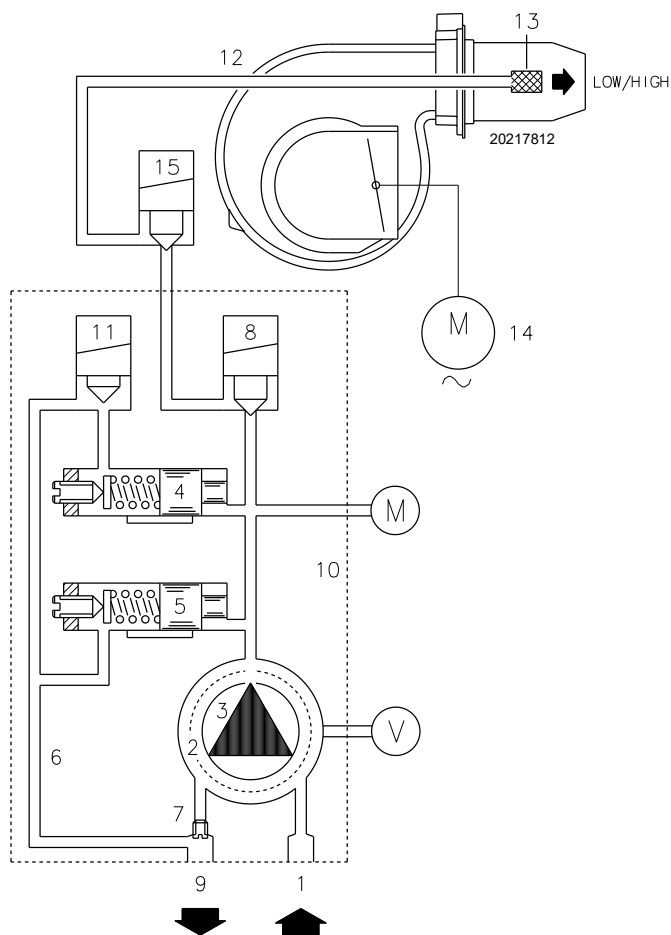

Рис. 26
- Когда температура или давление повышается до размыкания TR, э/м клапан 11) (Рис. 26) размыкается, и горелка переходит от 2-й к 1-й ступени.